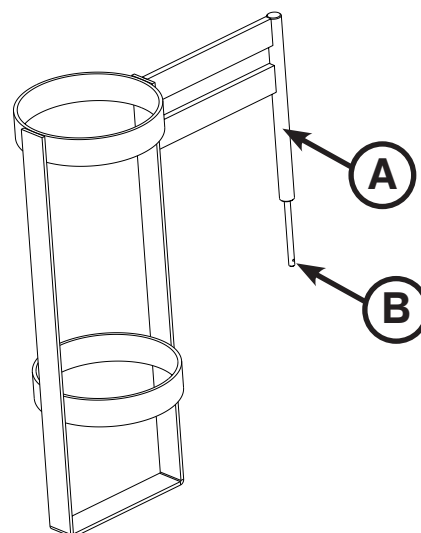

Figura 16.2: Soporte vertical para botellas de oxígeno
1. Inserte la barra de sujeción (A) en el asiento tubular para el soporte de líquidos intravenos en cualquiera de las cuatro esquinas de la plataforma de la camilla.
2. Inserte la chaveta (B) a través del agujero en la barra de sujeción para sujetar el soporte para botellas en su lugar, como se muestra en la figura 16.2.